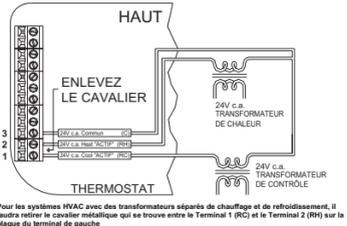

Figure 5 - Branchements tous systèmes pour transformateurs Chaud & Froid
8. Pour les systèmes HVAC avec des transformateurs séparés de chauffage et de climatisation, il faudra retirer le cavalier métallique qui se trouve entre le Terminal 1 (RC) et le Terminal 2 (RH) sur la plaque du terminal de gauche – Voir Figure 5.